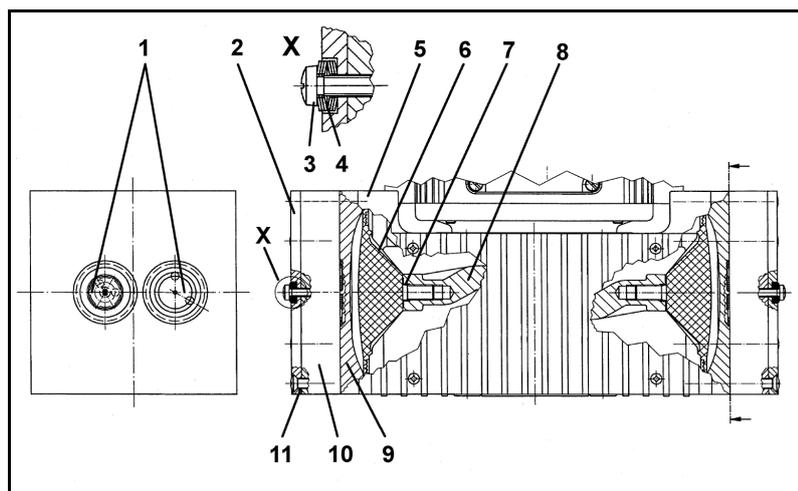

Fig. 11 : Coupe des têtes de pompe de la pompe
3. Sur les deux têtes de pompe, marquer d'un trait continu au feutre (M) la plaque supérieure (fig. 11/2), le couvercle de tête (10), la culasse (9) et le corps (5). Cela permettra de s'assurer d'un positionnement correct des pièces lors du remontage de la pompe.
4. Desserrer les huit vis (11) sur les deux têtes de pompe.
1. Déplacer la membrane (6) d'une tête de pompe en position médiane en tournant l'hélice de ventilateur.
2. Installer la culasse (9) avec les plaques soupapes/joints (1) selon le repère (M) sur le corps.
3. Poser le couvercle de tête (10) selon le repère (M) sur la culasse (9).
4. Poser la plaque supérieure (2), visser les vis (3) avec les rondelles Belleville (4) jusqu'à ce que les têtes de vis soient au ras de la surface (ne pas serrer à fond).
- i** Les trois premières rondelles Belleville à enfoncer doivent être opposées à la tête de vis, les trois suivantes doivent être orientées vers elle (voir détail X dans la fig. 11).
Membrane et plaques soupapes/joints remplacés.	<ul style="list-style-type: none"> → S'assurer que les rondelles d'épaisseur ont été enfoncées sur le filetage de la membrane. → Vérifier l'étanchéité du raccordement de tête et des connexions de tuyau. → Éventuellement, serrer en quinconce avec précaution les vis extérieures (fig. 10/4 ou fig. 11/11) de la plaque supérieure.